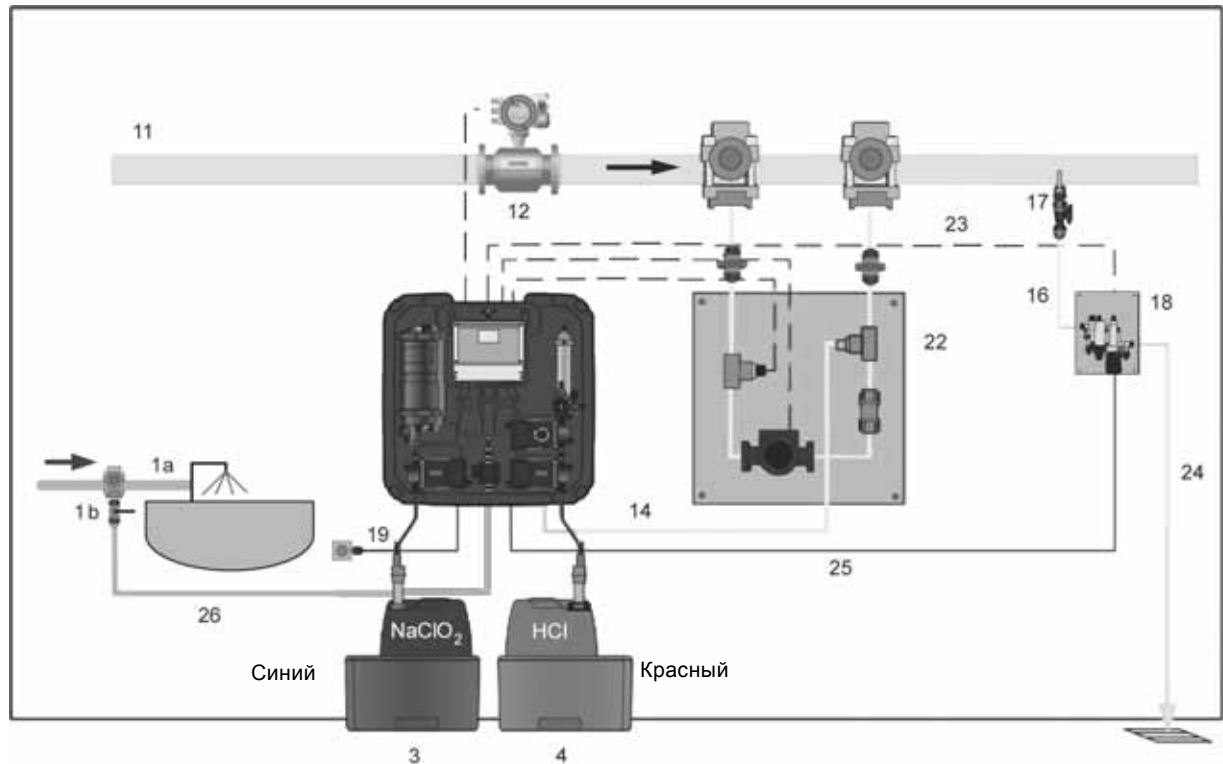
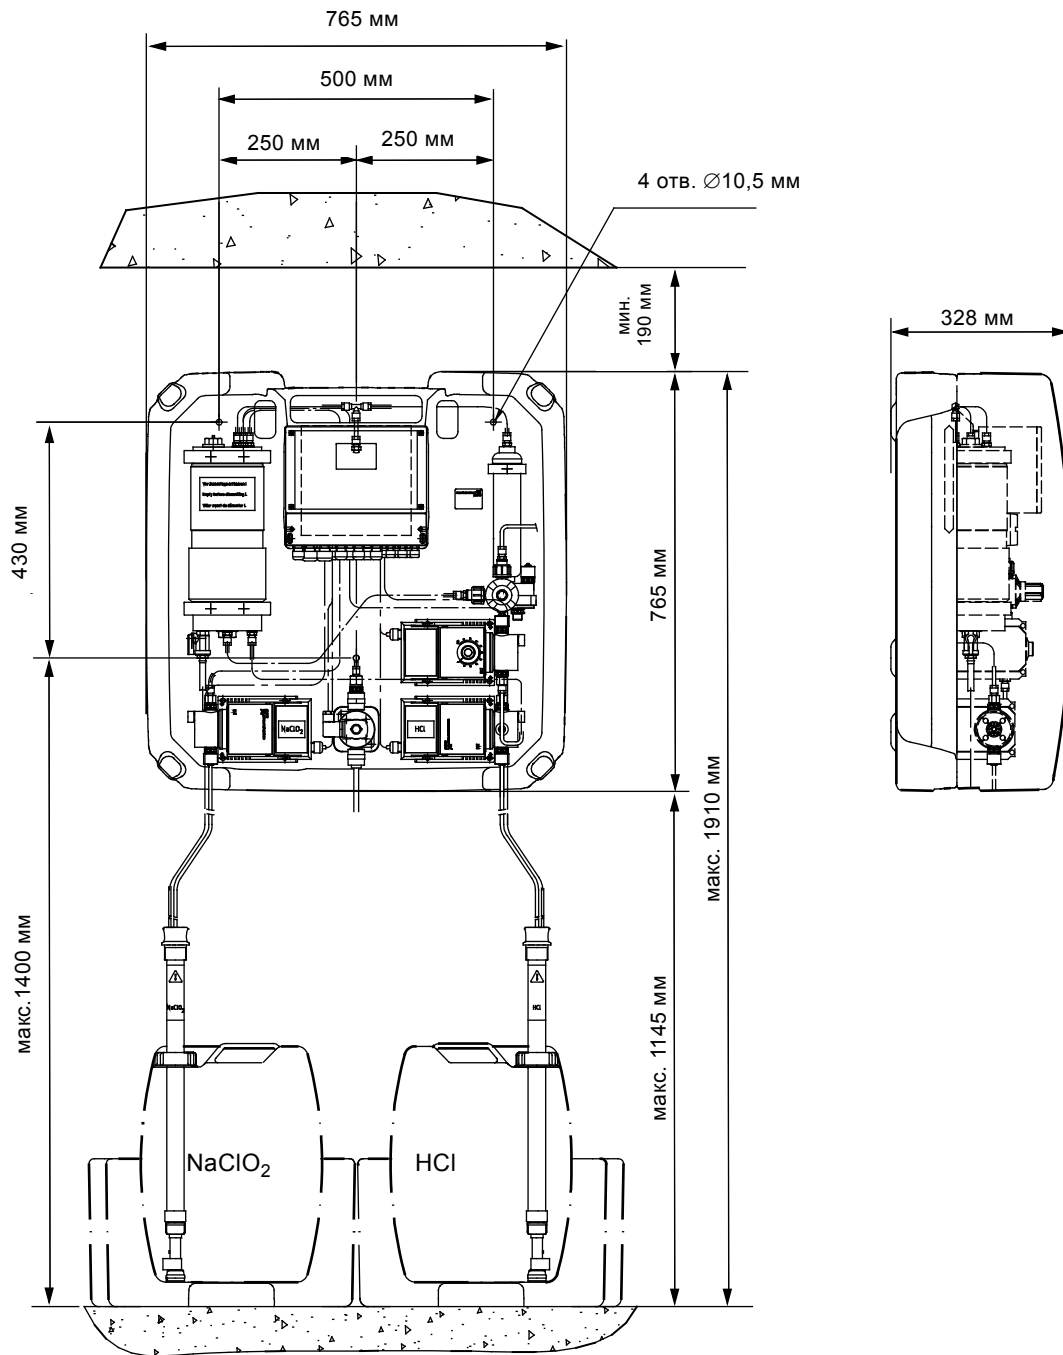
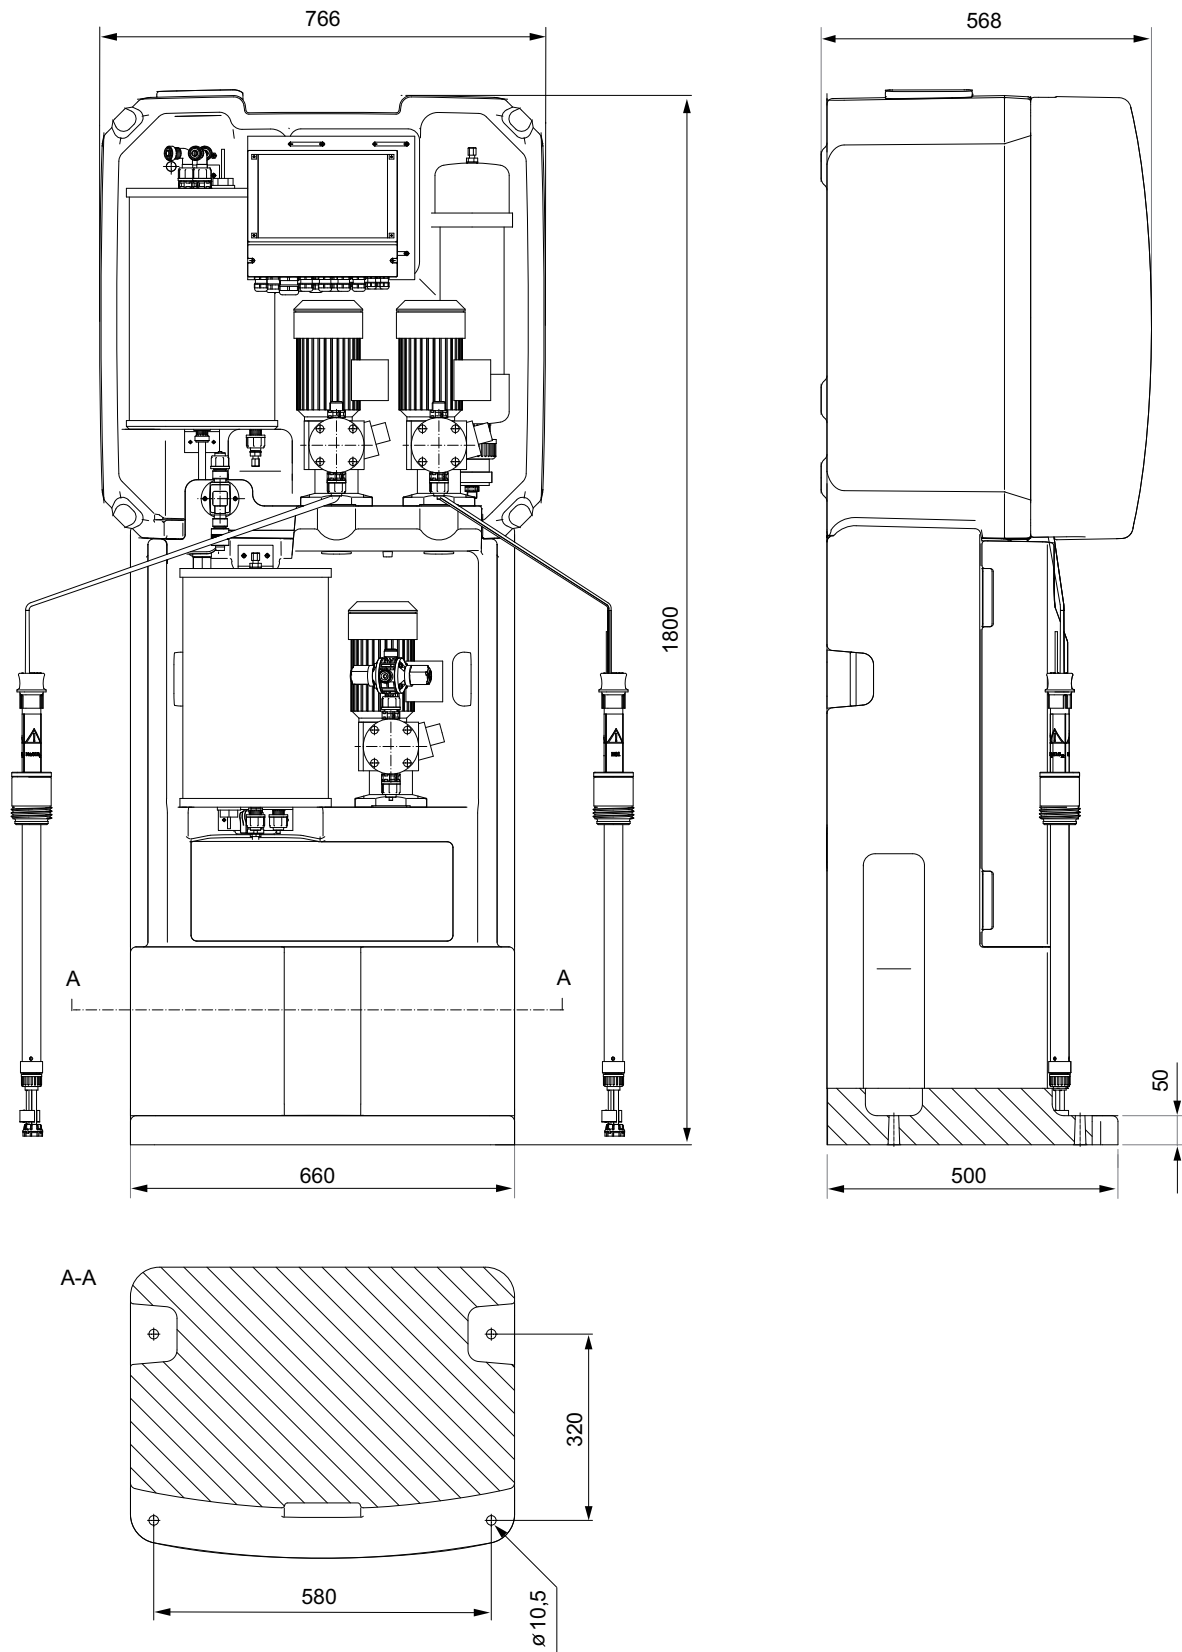

Рис. 11 Схемы монтажа Oxiperm Pro (здесь: OCD-162-5) с измерительной ячейкой и модулем смешивания (22)
Рис. 12 Габаритный чертёж системы (OCD-162-5, -10)
Рис. 13 Габаритный чертёж системы (OCD-162-30, -60)
• Закрепить систему на стене или на полу. Смотрите схему монтажа (рис. 11) и габаритный чертёж (рис. 12).
См. монтажную схему на рис. 11 и габаритный чертёж на рис. 12.
См. монтажную схему на рис. 11 (идентично системе OCD-162-5) и габаритный чертёж на рис. 13
1. Подсоедините трубку для отбора пробы воды (рис. 11, поз. 16) к точке отбора в главном трубопроводе, проведите к измерительной ячейке и подсоедините к ней.
2. Подсоедините трубку для отбора пробы воды (рис. 11, поз. 24) к измерительной ячейке и проведите дальше до слива.